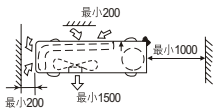

图4 机器户外部分所需空间
(1) 安装场所必须满足如下要求。
- 确定机器四周留有充分空间，并尽可能地远离障碍物，以便操作和维修，见图4。